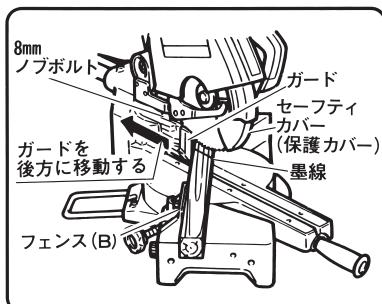

図 22
(2) 角度切断および複合切断（角度切断+傾斜切断）の場合 (図22)
8mmノブボルトをゆるめ、ガードを図22の矢印方向（後方）へずらし、フェンス面より出張らないようにしてください。